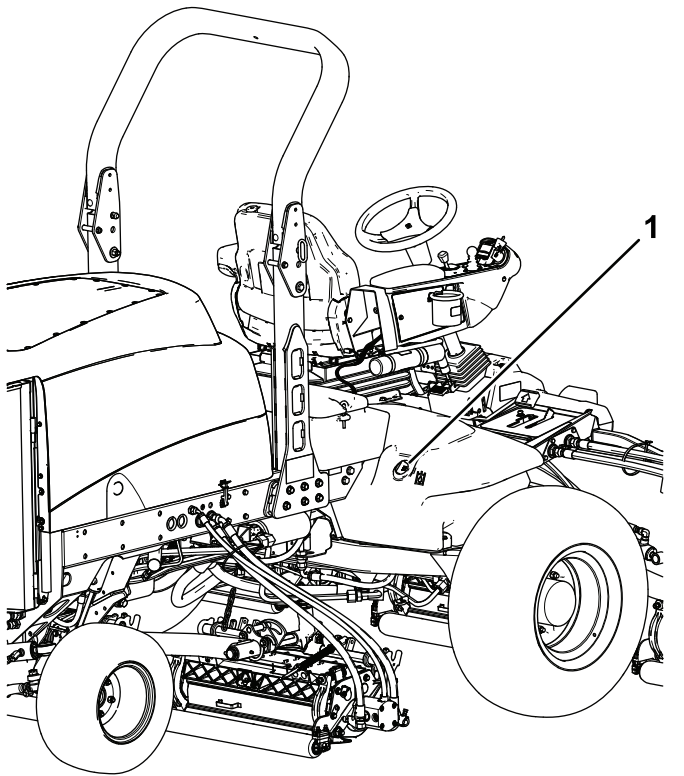

Figure 37
2. Nettoyez la surface autour du goulot et du bouchon de remplissage du réservoir hydraulique (Figure 37).